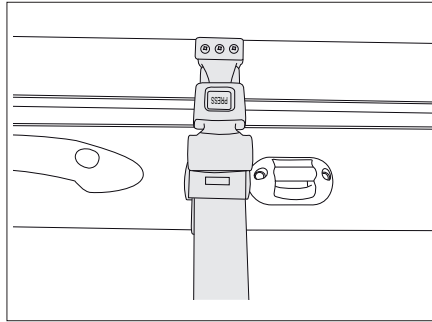

Bild 136 Sicherheitsgurt
- Den Sicherheitsgurt (Bild 136) lösen.
- Den Sicherheitsgurt (Bild 136) anbringen.